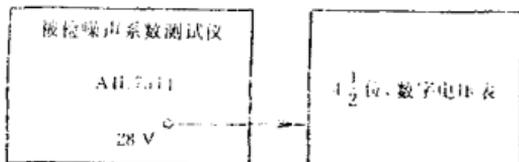

图 1 噪声源驱动直流电压的检定连接图
31.1 如图 1 所示,将数字电压表连接到 AIL7514 精密自动噪声系数测试仪(简称 AIL7514)“NOISE SOURCE”端口.